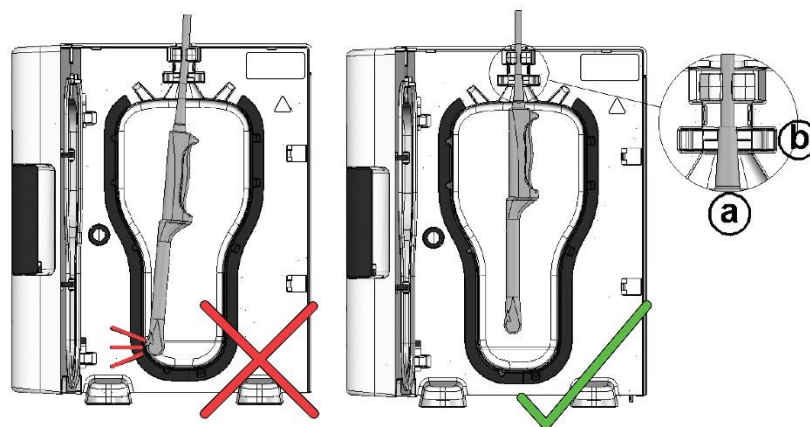

図 10
3. 2ヶ所のクランプでプローブをしっかりと室内に固定します。(図 10 参照)
プローブにはハンドルの付け根に電気コードを覆う短いスリーブが付いています。これはプローブグランドと呼ばれます。(図 10(a)参照)